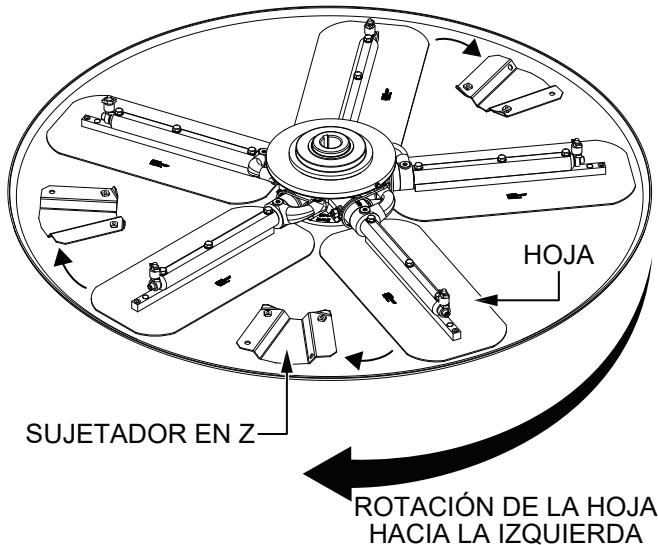

Figura 54. Rotación de las hojas
2. Gire las hojas hasta colocarlas debajo de los sujetadores presillas en Z (Figura 54). Asegúrese de girar las hojas en el mismo sentido que durante la operación de la máquina, o use el motor para hacer girar las hojas hasta colocarlas.